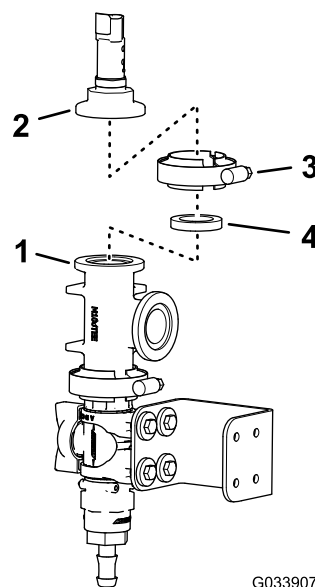

Figura 30
- Alinee la brida del transductor de presión con la brida del acoplamiento en T, según se muestra en **Figura 30**.
- Monte el transductor de presión en el acoplamiento en T con una junta y una brida de fijación, y apriete la brida a mano (**Figura 30**).